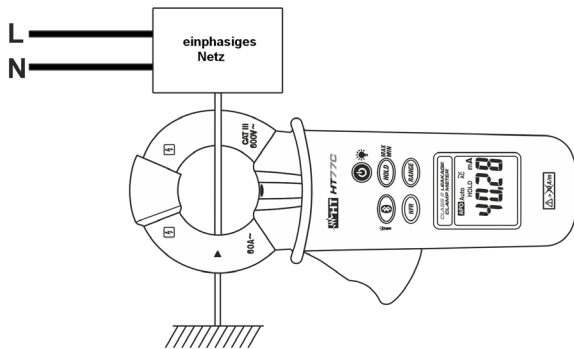
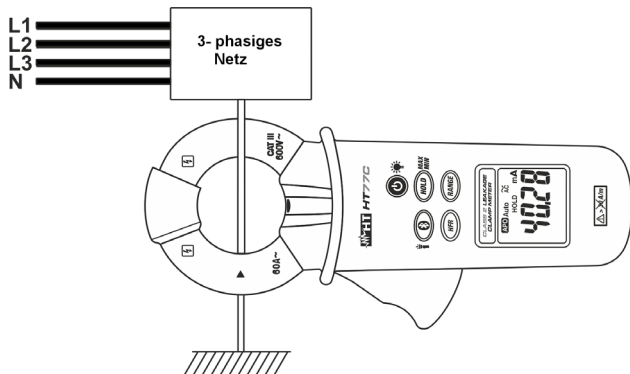

Abb. 4: Leckstrommessung mit der direkten Methode (Schutzleiter)
Abb. 6: Messung Leckstrom mit der direkten Methode (Schutzleiter)
2. Öffnen Sie die Zangenbacken und schließen Sie die Zange an, wie in Abb. 4 und Abb. 6 gezeigt. Der Wert des Leckstroms wird im Display angezeigt